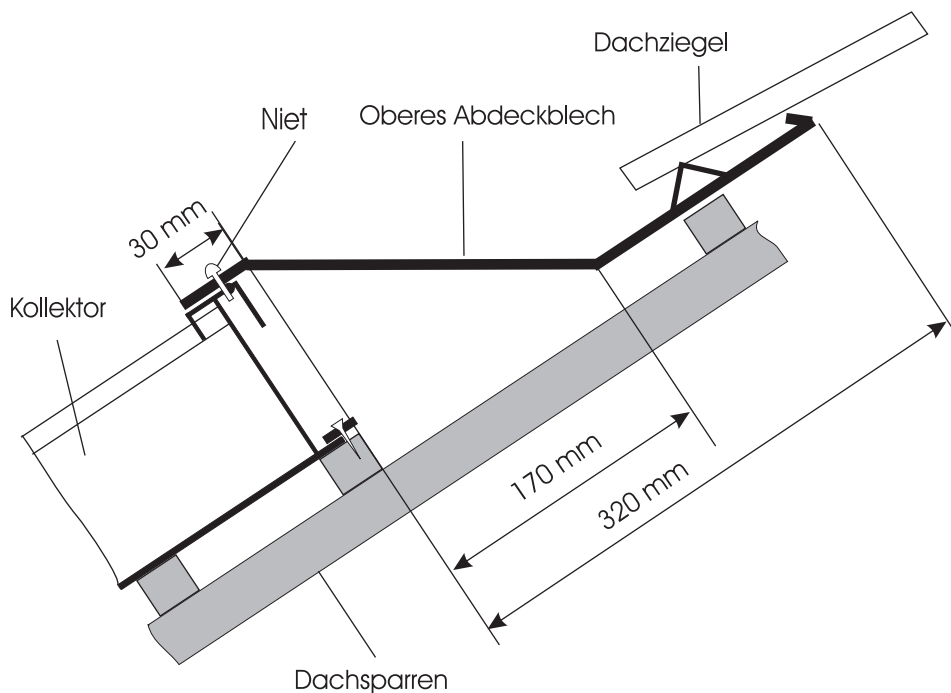

Bild 8: Montieren des oberen Abdeckblechs
12. Vernieten Sie das obere Abdeckblech am oberen Kollektor (siehe Bild 8).